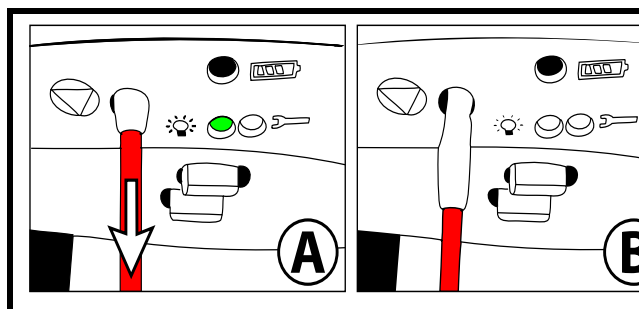

Fig. 11
- 1) Pour arrêter le lève-personne en cas d'urgence, tirer doucement le cordon rouge une fois jusqu'à entendre un déclic (voir Fig. 11 - A). Vous remarquerez que :
- L'insert en plastique de l'interrupteur de réinitialisation situé tout en haut du cordon rouge est descendu (voir Fig. 11 - B) ;